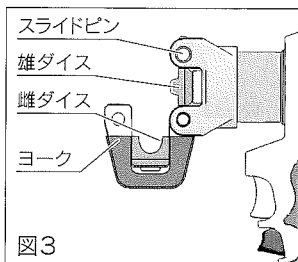

図3
- 3 選定した雌ダイスは、ヨーク側に、雄ダイスはピストン側に装着します。(図3)